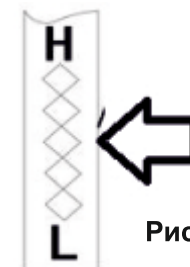

Рис.35
4. Снова выньте щуп. Обратите внимание на уровень масла. Если показания масла на щупе ниже "L" отметки, медленно добавьте масло, чтобы достичь "H" уровня. Не превышайте уровень "H" (Рис.35).